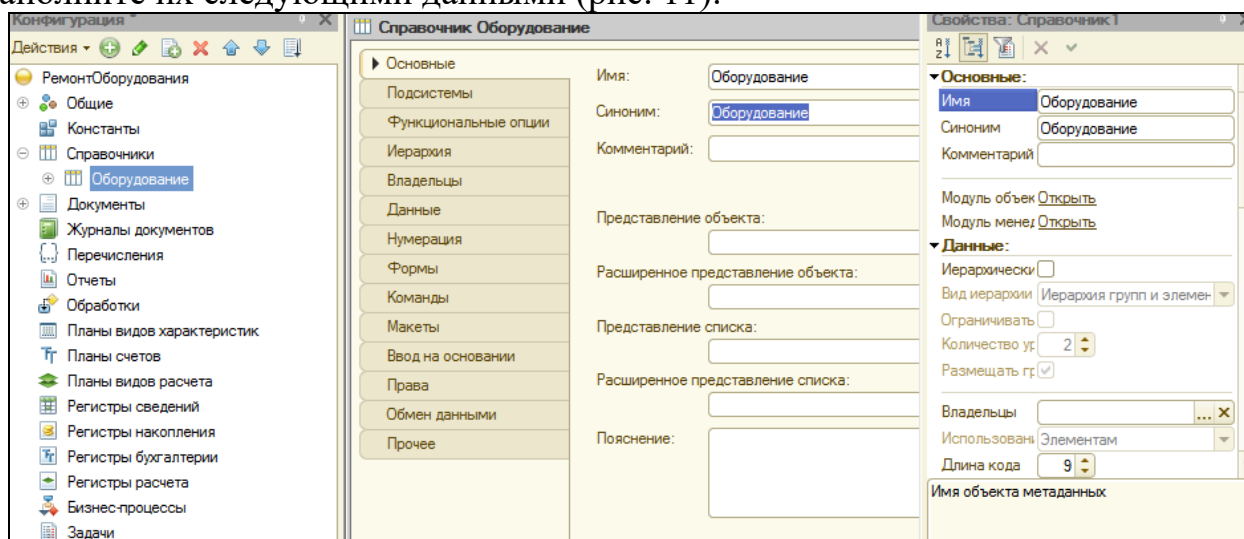

Рис. 11. Конструктор Справочника и окно Свойства
2. На экране появится форма **Конструктор справочника** и **Свойства**. Заполните их следующими данными (рис. 11):